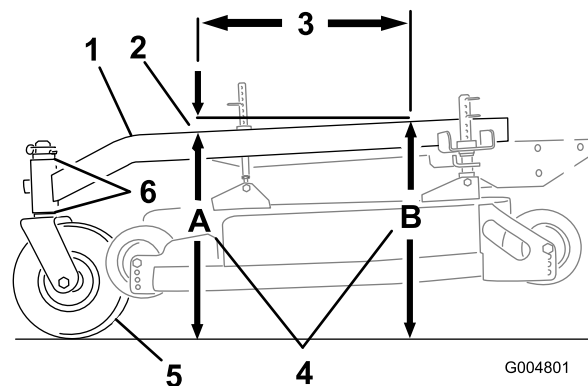

Figura 68
El bastidor de tiro debe tener una inclinación longitudinal de entre 3 mm (1/8 pulg.) y 9 mm (3/8 pulg.) a lo largo de 61 cm (24 pulg.) (Figura 68).
- Mida 61 cm (24 pulg.) en el bastidor de tiro (Figura 68).
- Mida la altura del bastidor de tiro en la posición **A** (Figura 68).
- Mida la altura del bastidor de tiro en la posición **B** (Figura 68).
- La altura en la posición **A** debe ser de 3-10 mm (1/8-3/8 pulgada) menor que la de la posición **B** (Figura 68).
- Si la inclinación del bastidor de tiro no es la correcta, mueva los espaciadores de las ruedas giratorias para obtener una inclinación de 3-10 mm (1/8-3/8 pulgada) (Figura 68). Mueva espaciadores desde arriba o desde abajo para obtener la inclinación correcta.